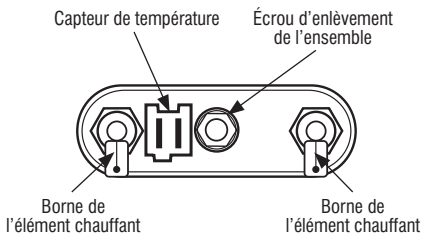

Figure 8 - L'ensemble de l'élément chauffant/capteur de température
6. Débrancher les connecteurs de l'élément chauffant. Voir Figure 8.
- 6. Débrancher le connecteur du capteur de température sur l'élément chauffant. Voir Figure 8, page 46.